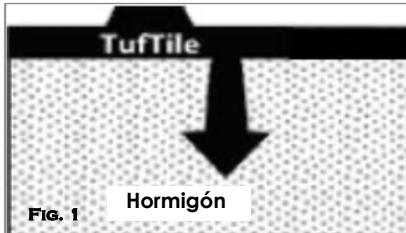

FIG. 1
2. Despacio y con cuidado ubique la baldosa en el hormigón empezando por un lado y continuando hasta que la baldosa entera sea uniforme con la superficie. (Fig. 1) **IMPORTANTE: No se pare encima de la baldosa durante la instalación.** Para instalar el Radio, vea la hoja **Instrucciones de Instalación de Radio**